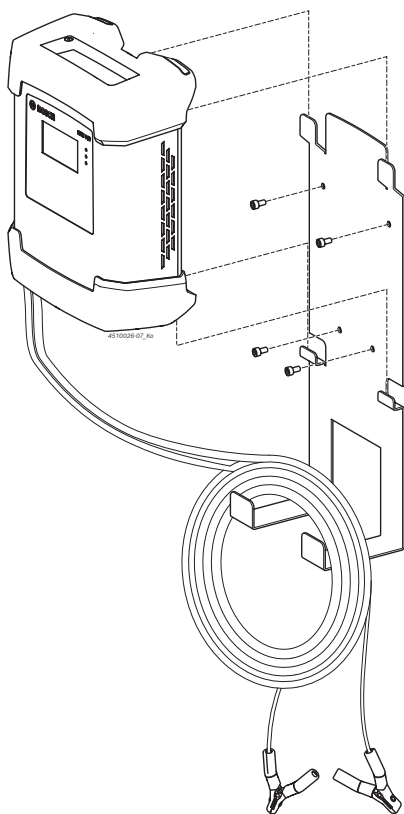

Fig. 2: BAT 645 med väggfäste
**I** De fyra fötterna av BAT 645 måste alltid hängas i uppe och nere i väggfästet. Laddningskablarna och strömledningen kan hängas i väggfästet (se fig. 2).